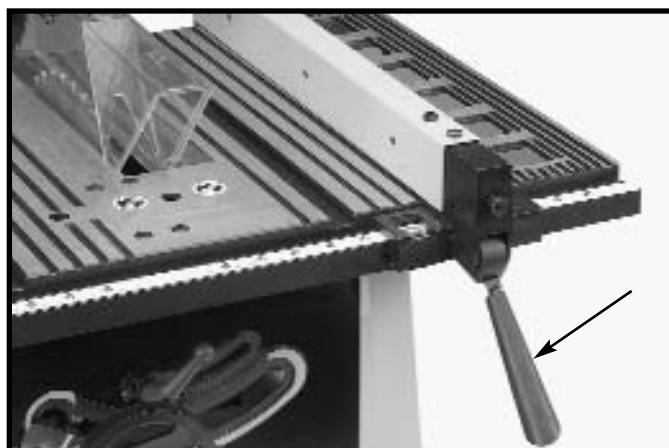

Fig. 26
- 3. Le guide longitudinal est généralement posé sur le côté droit de la table de la scie. Soulever la poignée de verrouillage (B) fig. 26 et positionner le guide sur la table. Pousser sur la poignée (B) fig. 26 pour verrouiller le guide en place.